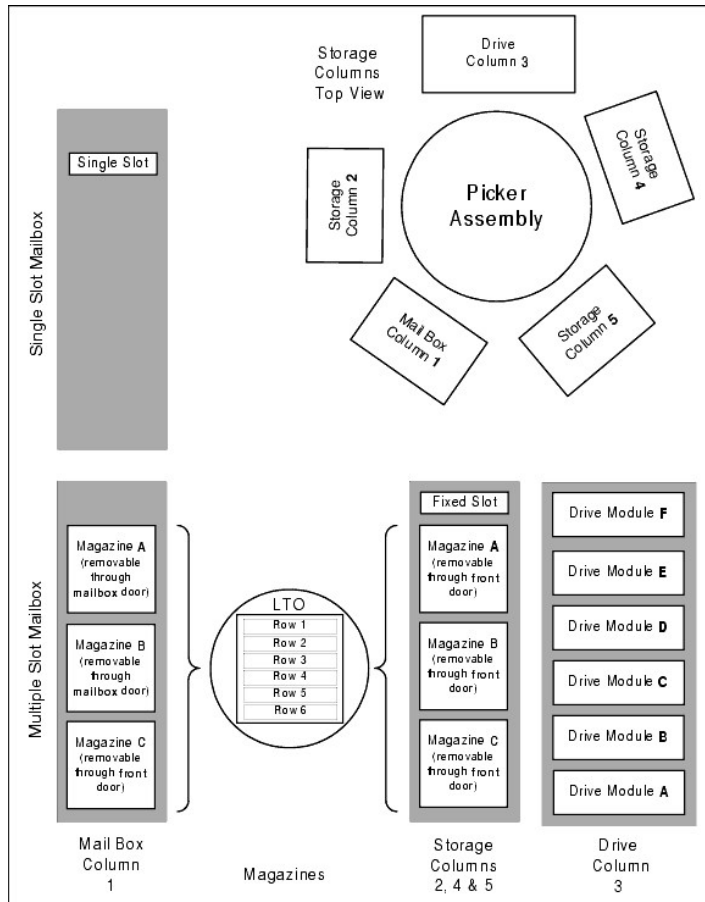

Abbildung 6. Speicherspaltentopografie
Schritt 4 Informationen zur Speicherspalte topografie finden Sie in Abbildung 6. Führen Sie je nach installierter Spalte einen der folgenden